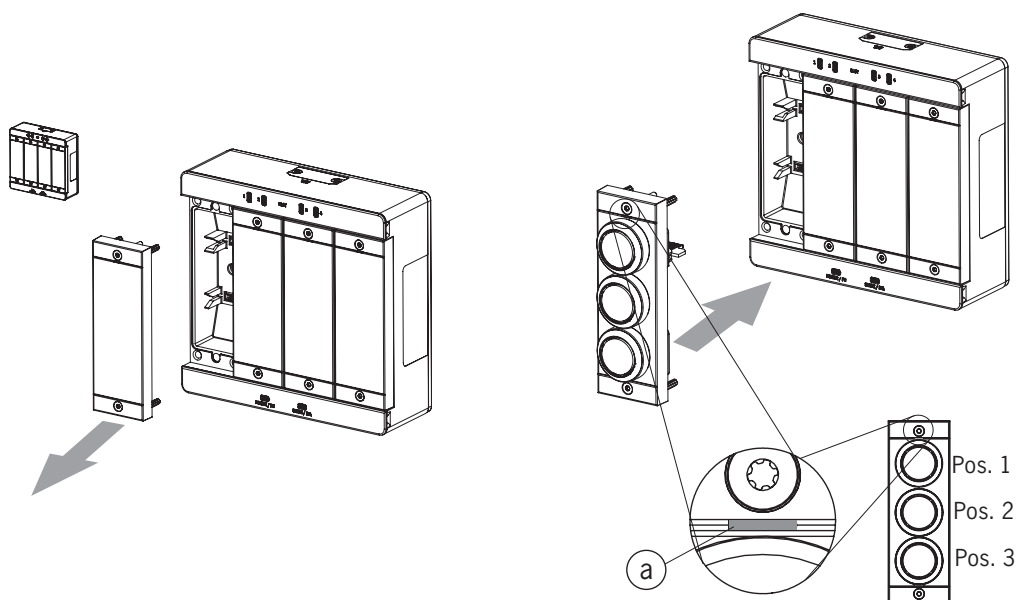

Fig. 6: Montaje de un submódulo
- Tenga en cuenta la orientación del submódulo. Véase la marca (a) en la Fig. 6: *Montaje de un submódulo*. Los submódulos también pueden instalarse girados 180°. La marca (a) siempre indica la primera posición de instalación, que en el ejemplo de abajo es la posición del pulsador S1.